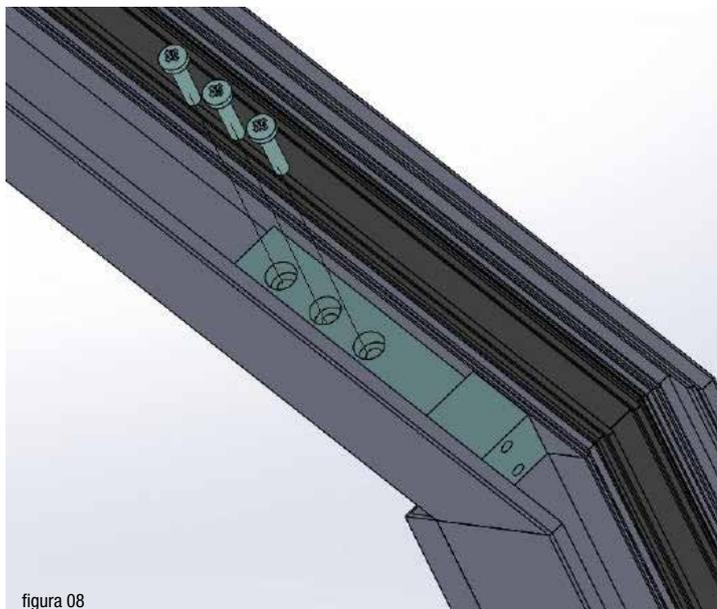
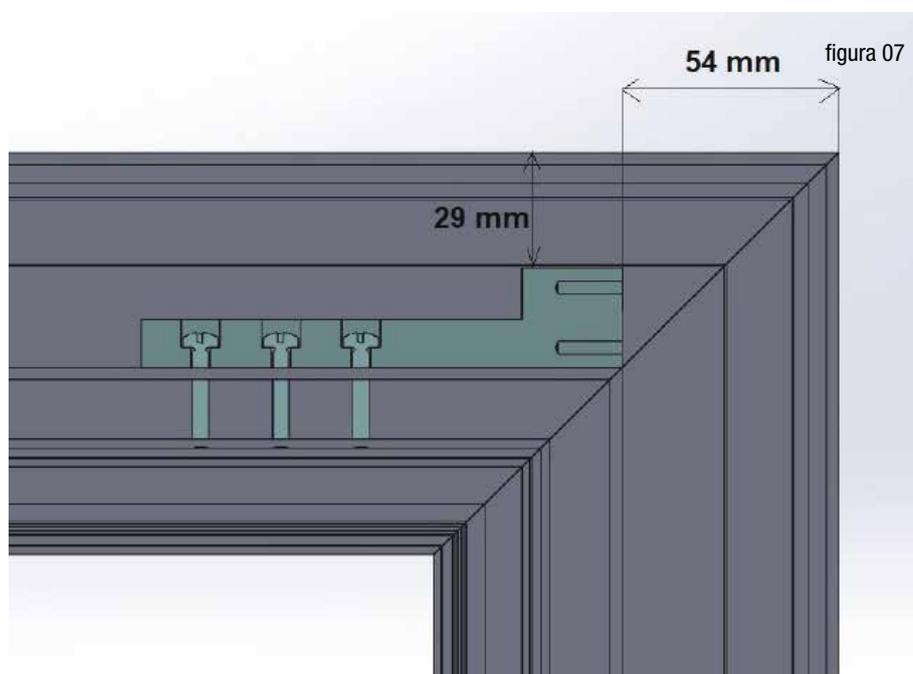

figura 08
figura 07
- 1. Prima di montare l'anta** fissare il blocchetto in alluminio della staffa di trascinamento con le 3 viti autofilettanti 4,8x25 in dotazione - riferimento montante destro lato interno (vedi figura 07 e figura 08).